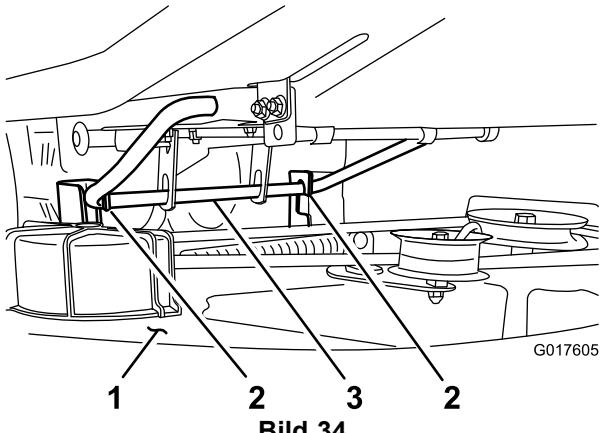

Bild 34
- Heben Sie das Mähwerk und die Hängeprofile über die hintere Hubstange und senken Sie das Mähwerk vorsichtig auf den Boden ab (Bild 34).
- Heben Sie das Heck des Mähwerks an und führen Sie die Hängeprofile über die hintere Hubstange (Bild 34).